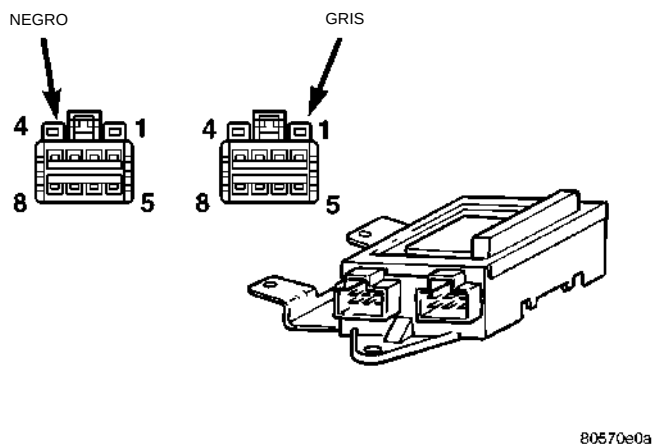

Fig. 2 Módulo de apertura a distancia
(1) Verifique si las cerraduras de puerta funcionan correctamente. Si no es así, repare según sea necesario.
(2) Desconecte los conectores de cable en el modulo RKE. Con un ohmiómetro, verifique la continuidad entre las Espigas de los conectores de cable (Fig. 2):
(3) Con un voltímetro, verifique que los conectores de cable tengan alimentación de batería y alimentación del encendido (Fig. 2):
es así, inspeccione y repare según sea necesario (Fig. 2).
(5) Verifique que las baterías del transmisor tengan por lo menos seis voltios. Si no es así, reemplace las baterías según sea necesario.
(6) Verifique que el módulo esté correctamente programado. Consulte la sección de Programación del Módulo de apertura a distancia. Si el módulo no se programa, verifique que hay continuidad entre la Espiga 4 del conector negro y el conector de la línea de programación (Fig. 2). Si no hay continuidad, repare según sea necesario. Consulte el Grupo 8W, Diagramas de cableado.
(7) Verifique que el claxon funcione correctamente. Si no es así, repare según sea necesario.
(1) Conecte un voltímetro analógico a la Espiga 1 del conector negro y a masa. Pulse el botón UNLOCK (desbloqueo) una vez y verifique que haya pulso de voltaje (Fig. 2).
(2) Si no hay pulso de voltaje, reemplace el receptor. Si hay pulso de voltaje, inspeccione el cableado a la puerta del conductor y repare según sea necesario.
(1) Conecte un voltímetro analógico a la Espiga 3 del conector gris y a masa (Fig. 2). Pulse el botón UNLOCK (desbloqueo) dos veces en cinco segundos y verifique que haya pulso de voltaje.
(2) Si no hay pulso de voltaje, reemplace el receptor. Si hay pulso de voltaje, inspeccione el cableado a los motores de cerradura de la puerta del acompañante y repare según sea necesario.
(1) Conecte un voltímetro analógico a la Espiga 1 del conector gris y a masa. Pulse el botón LOCK (bloqueo) y verifique que haya pulso de voltaje (Fig. 2).
(2) Si no hay pulso de voltaje, reemplace el receptor. Si hay pulso de voltaje, inspeccione el cableado a los motores de cerradura de puerta y repare según sea necesario.
(1) Conecte un voltímetro analógico a la Espiga 6 del conector gris y a masa. Pulse el botón LOCK (bloqueo) y verifique que haya disminución del pulso de voltaje (Fig. 2).
(1) Conecte un voltímetro analógico a la Espiga 6 del conector negro y a masa. Pulse el botón LOCK (bloqueo) y verifique que haya disminución del pulso de voltaje (Fig. 2).
(2) Si no hay disminución del pulso de voltaje, reemplace el receptor. Si el voltaje es correcto, repare el circuito a la luz de techo según sea necesario.
(1) Conecte un voltímetro analógico a la Espiga 5 del conector gris y a masa para probar el rendimiento de las luces de estacionamiento. Pulse el botón PANIC y verifique que haya pulso de voltaje (Fig. 2).
(2) Si no hay pulso de voltaje, reemplace el receptor. Si el voltaje es correcto, repare el circuito a las luces de estacionamiento según sea necesario.
(3) Conecte el voltímetro a la Espiga 5 del conector negro y a masa para probar el rendimiento de los faros. Pulse el botón PANIC y verifique que haya pulso de voltaje (Fig. 2).
(4) Si no hay pulso de voltaje, reemplace el receptor. Si el voltaje es correcto, repare el circuito a los faros según sea necesario.